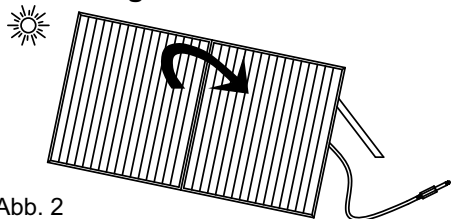

Abb. 2
- Richten Sie das Solarmodul entsprechend dem Sonnenstand aus. Eine optimale Ausrichtung ist abhängig vom Standort (Breitengrad). Zum Ändern des Winkels verschieben Sie die Muttern entlang des Aluminiumrahmens (siehe Abb. 2).